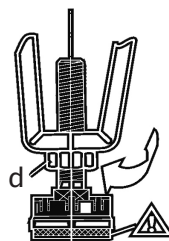

Рис. 4
4. Поставьте ванну на ножки, выровняйте её с помощью уровня и регулировочных болтов, ключом затяните гайку «d» (рис.4).